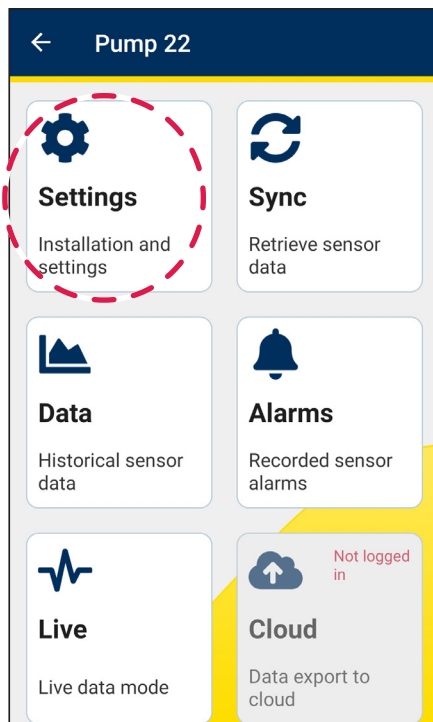

Abbildung 47
2. Wählen Sie **Einstellungen** aus (siehe Abbildung 47).